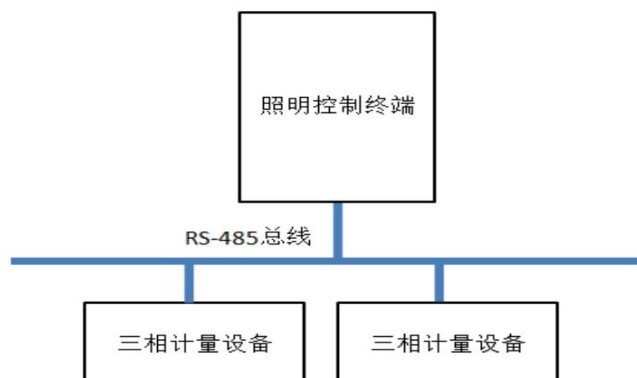

图 5-2 与照明控制终端连接图
1. 三相计量设备作为照明控制终端的扩展设备，在配电柜中照明控制终端通过 RS-485 总线与三相计量设备连接。如图 5-2 所示：